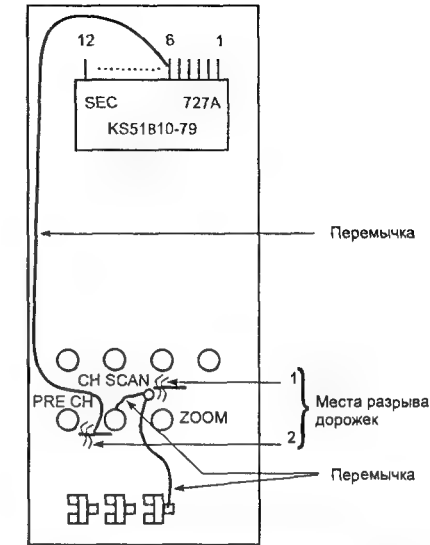
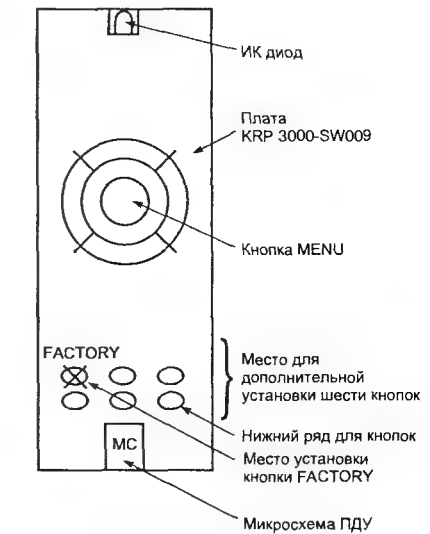

Рис. 1. Схема доработки штатного ПДУ для шасси SW-216AP и SW-1411SP
Рис. 2. Схема доработки штатного ПДУ для шасси SW-2013AP
Для входа в сервисный режим с сервисного ПДУ включают телевизор в рабочий режим и последовательно нажимают на ПДУ кнопки SLEEP — FACTORY. Со штатного ПДУ вход в сервисный режим возможен только после его доработки. Схема доработки ПДУ для шасси SW-216AP и SW-1411SP приведена на рис. 1, а для шасси SW-2013AP — на рис. 2.
1. Доработка штатного ПДУ согласно рис. 1 заключается в удалении связей (разрыв дорожек) в двух местах на монтажной плате и установке трех новых перемычек.
2. Доработка штатного ПДУ согласно рис. 2 заключается в установке на место кнопки FACTORY одной из редко используемых кнопок (например, CH.SCAN или LANGUAGE). Эту кнопку аккуратно вырезают из резиновой матрицы кнопок.
Для входа в сервисный режим с доработанного ПДУ (рис. 1) последовательно нажимают на нем кнопки SLEEP — CH.SCAN. Если ПДУ доработан согласно рис. 2, то для входа в сервисный режим нажимают кнопку FACTORY. На экране должно отобразиться главное меню сервисного режима (таблице 4). Навигация в главном и во вложенных меню выполняется кнопками P+, P– и OK (для входа в выбранное меню) на ПДУ, а регулировка параметров — кнопками ◀–, ▶+. Но-